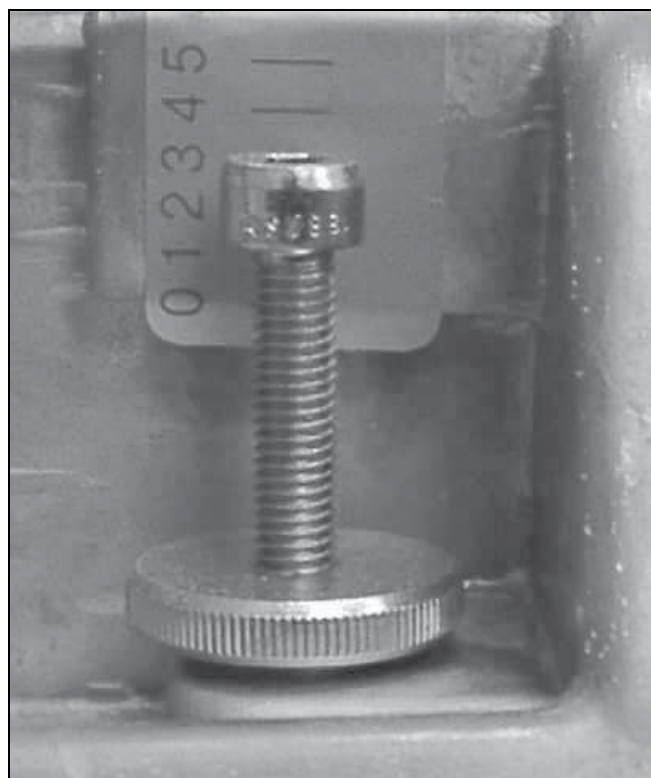

Рис. 6: Настройка воздушной заслонки
b) Настройка воздушной заслонки. Настройка производится при помощи регулировочного винта (см. Рис. 6). Кант головки винта на уровне «0»-означает «min». Воздушную заслонку регулировать до тех пор пока уровень CO2 не достигнет максимального значения, а уровень CO-значения менее 0,1%. При настройке следует иметь ввиду, что при избыточном количестве воздуха количество не полностью сгоревшего газа (CO-Wert) возрастёт.